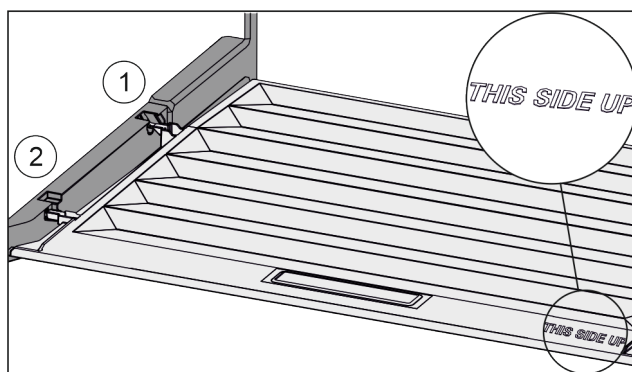

Fig. 158
- ▶ Výstupky veka zavedte cez otvor zadného držiaka Fig. 158 (1) a zaistite vpredu v držiaku Fig. 158 (2).